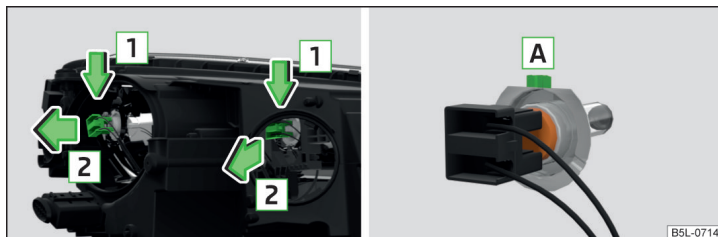

Fig. 198 Cambiar la bombilla para luz de cruce y de carretera
- » Libere el conector correspondiente con la bombilla en el sentido de la flecha **1** » fig. 198.
- » Coloque el conector con la nueva bombilla de forma que el talón de fijación **A** » fig. 198 de la bombilla encaje en el rebaje del reflector.